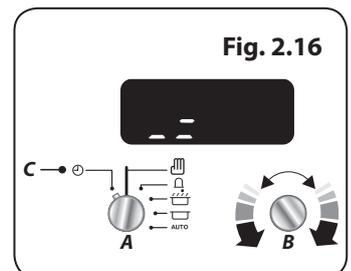

Fig. 2.16
Pour régler le volume de l'alarme, relâchez le bouton Réglage (B) et tournez à nouveau dans le sens antihoraire (**Fig. 2.16**). Le volume de l'alarme change. Répétez ces étapes jusqu'à ce que le volume souhaité soit défini.